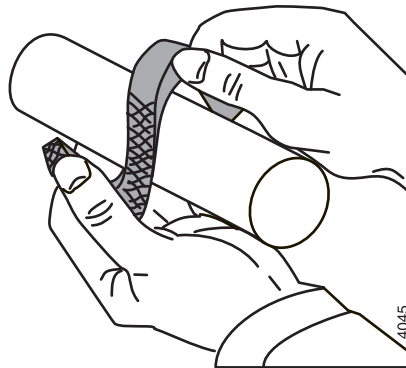

Bild 20: Öppning av packningsringar.
- 1 Sätt på de 5 packningsringarna. Placera packningarna så att varannan öppning kommer åt samma håll. Packningsringarna får böjas upp endast i axialled, se bild 20.